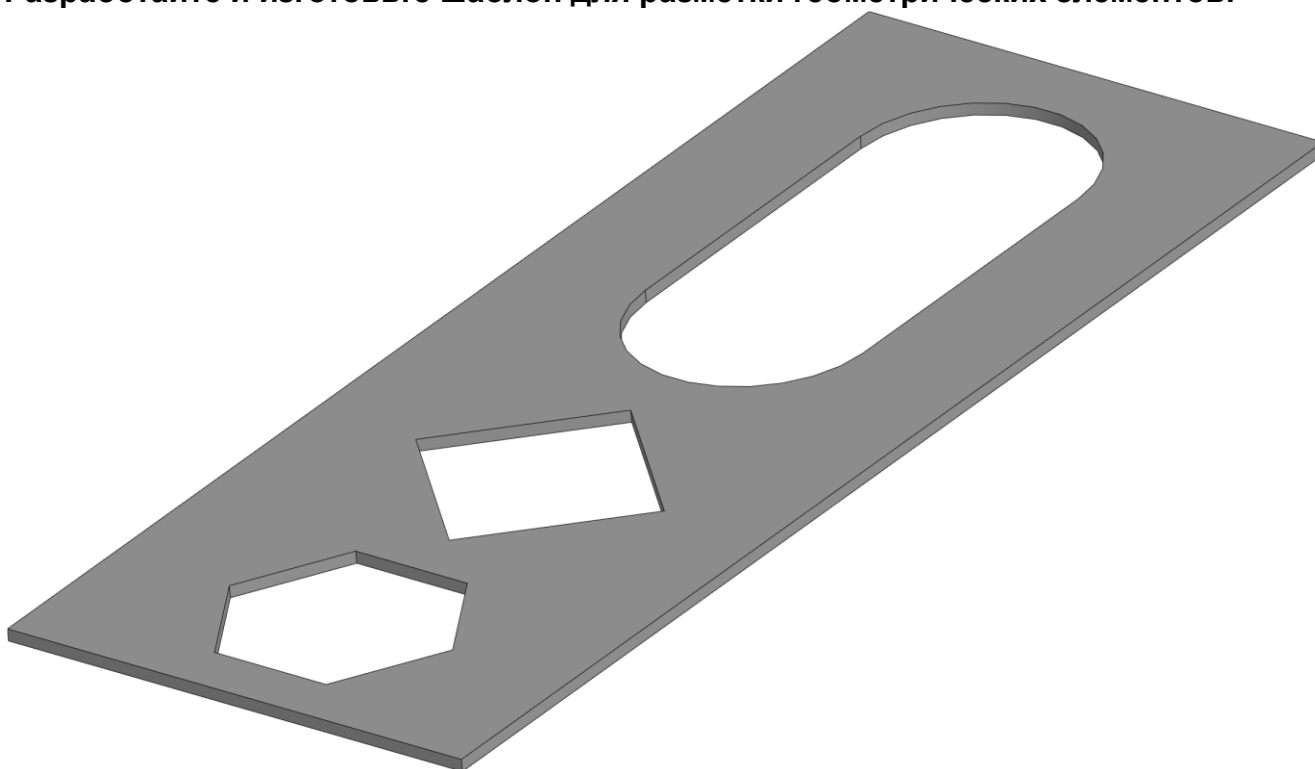

Рис. 1
1. С помощью представленного изображения (рис. 1) разработайте чертеж шаблона в натуральную величину.
9. Образец (рис. 1) используйте, как основу для построения, указанного в условиях предмета. Внешний вид изготовленного Вами изделия может несколько отличаться от представленного на образце, но должен полностью соответствовать вышеописанным условиям.